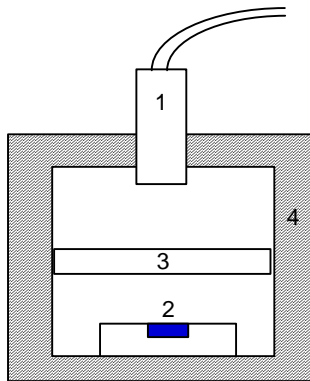

Figure 9
- a) A l'aide du compteur Geiger-Müller (montage décrit dans la Fig. 9), mesurer le taux de comptage I en fonction de l'épaisseur R des plaques d'aluminium. Ouvrir une nouvelle feuille sous EXCEL et rentrer R dans la première colonne et I dans la deuxième.
- b) Calculer Ln (I) dans la troisième colonne puis tracer le graphique Ln (I) en fonction de R. Imprimer le graphique.